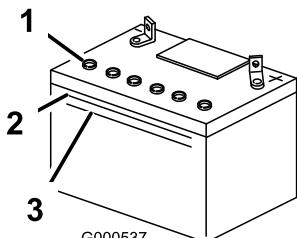

Figura 35
1. Mire hacia el lateral de la batería. El electrolito debe llegar a la línea **superior (0)**. Figura 35 No permita que el electrolito esté por debajo de la línea inferior (Figura 35).
3. Retire los tapones de ventilación de la batería (Figura 35).
4. Vierta lentamente agua destilada en cada célula de la batería hasta que el nivel de electrolito llegue a la línea superior (Figura 35) de la caja de la batería.
5. Espere de cinco a diez minutos después de llenar las células de la batería. Añada agua destilada, si es necesario, hasta que el nivel de electrolito llegue a la línea superior (Figura 35) de la caja de la batería.